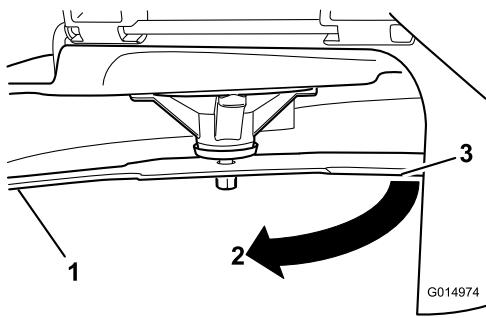

Figura 95
3. Distancia medida entre la cuchilla y la superficie (A)
4. Gire la misma cuchilla 180 grados de manera que el otro extremo esté en la misma posición (Figura 95).